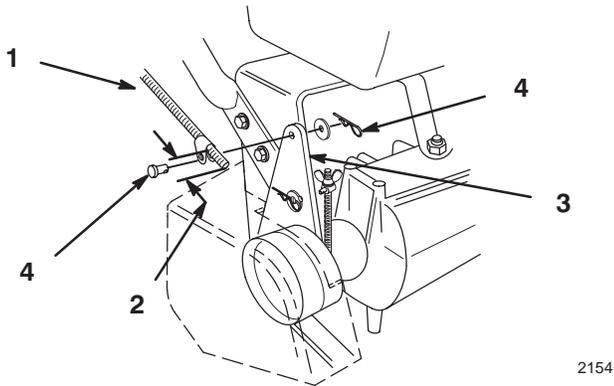
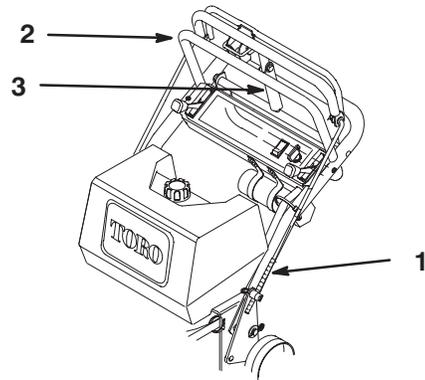

Figure 7
Figure 8
1. Visser une attache sur chaque tige de commande, à environ 5 cm (2 in) de l'extrémité (Fig. 7) ou pour que la barre de commande supérieure (Fig. 8) soit à peu près perpendiculaire au sol.
2. Monter l'extrémité des attaches de tige sur le trou de l'équerre de renvoi (par l'extérieur) au moyen des axes, rondelles et goupilles épingles (Fig. 7).
3. Contrôler l'écart entre la barre de commande supérieure et le haut du mancheron lorsque les courroies sont engagées à fond. L'écart doit être d'environ 1 à 1-1/4 in. (25 à 32 mm) (Fig. 8).
5. Le réglage des tiges de frein doit permettre d'appliquer facilement le levier de frein de stationnement contre le mancheron en tirant sur la barre de commande supérieure (Fig. 8).